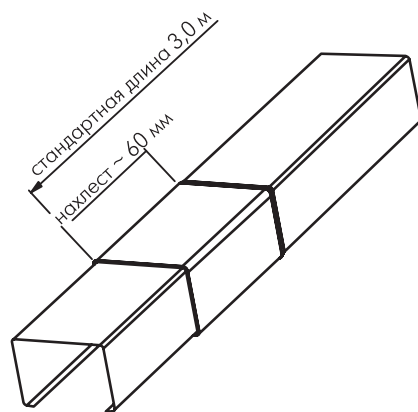

Рис. 4.5: RHEINZINK® – колпак, стык профилей с расширением
1. Готовый колпак для монтажа, механически спрофилированный с расширением 8 мм для точного соединения внахлест (см. рис. 4.5.)
4 составляющих RHEINZINK® - Системы «планок на защелках»: Планка из оцинкованной стали, колпак для завершения конька, колпак для завершения свеса кровли и фасада, колпак, стандартная длина 3,0 м с расширением или пасом длиной 8 см (см. рис. 4.5)